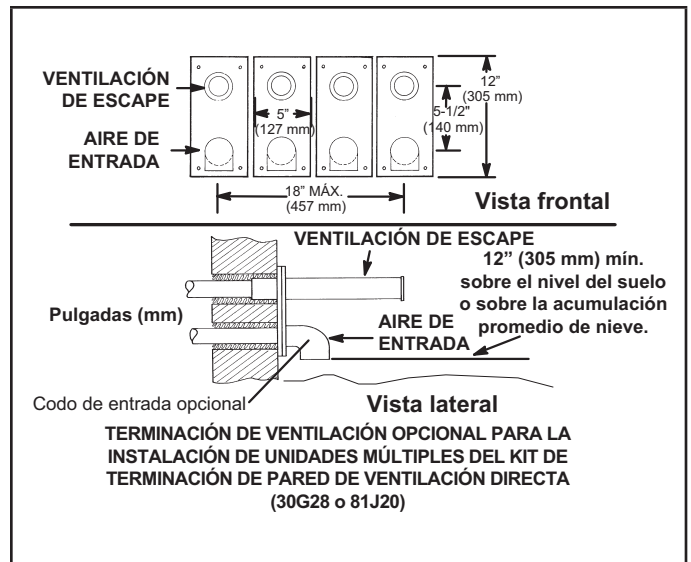

FIGURA 35
- 8 - Una instalación de calefactores múltiples puede utilizar un grupo de hasta cuatro terminaciones ensambladas juntas horizontalmente, como se muestra en la "FIGURA 35".